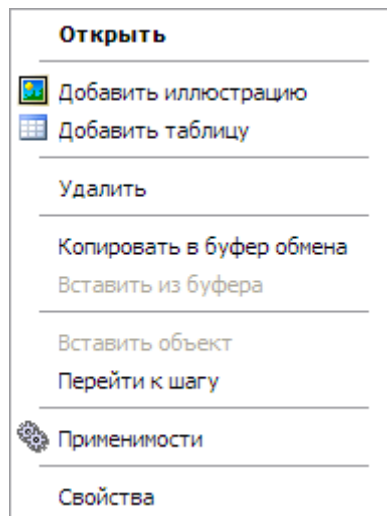

Рис. 5.15
1. На вкладке **Объекты** щелкните правой кнопкой мыши по названию объекта **Название таблицы**. При этом появится контекстное меню (Рис. 5.15).